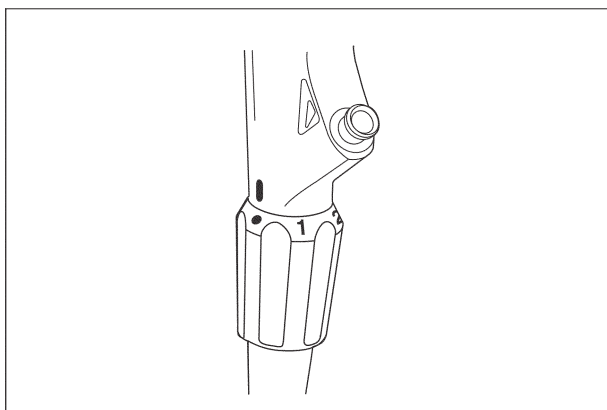

Рис. 3.4
1. Убедитесь в том, что знаки, обозначающие степень гибкости вводимой трубки («●», «1», «2», «3») на кольце регулировки гибкости и знак «I» на основании области рукоятки, отчётливо видны (см. рис. 3.4).